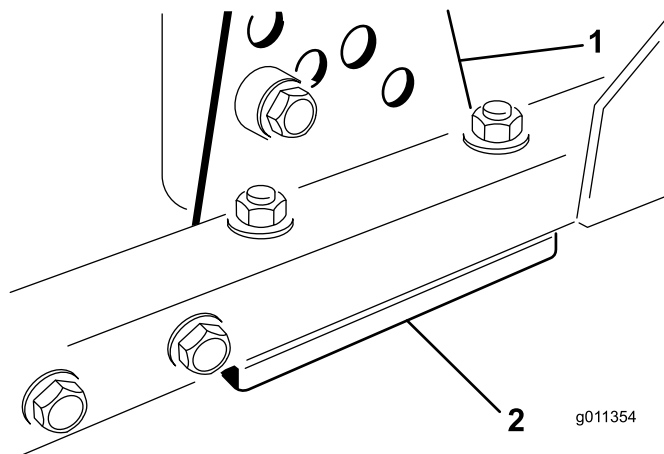

Figura 89
1. Demontujte držák pro nastavení výšky sekání (přední levý nebo pravý) z rámu žací jednotky (Figura 89).
2. Vložte vymezovací podložky o velikosti 1,5 mm a/nebo 0,7 mm mezi rám žací jednotky a držák, abyste dosáhli potřebného nastavení výšky (Figura 89).